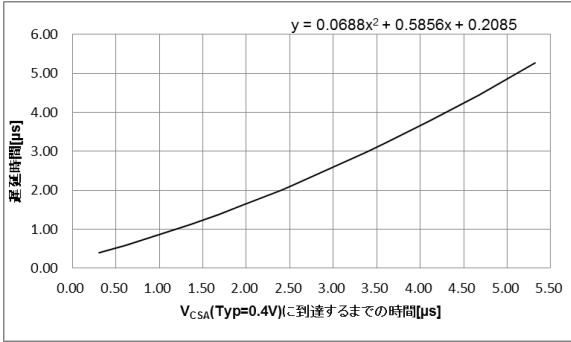
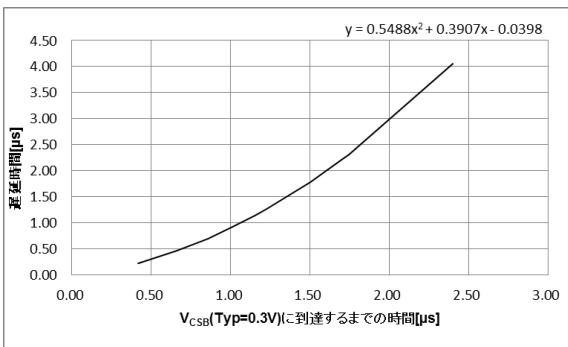

Figure 6A. 遅延時間 vs V_{CSA} (Typ=0.4 V) に到達するまでの時間(BM2P064E-Z)
Figure 6C. 遅延時間 vs V_{CSB} (Typ=0.3 V) に到達するまでの時間(BM2P134E-Z)
スイッチングサイクルごとの過電流リミッタを内蔵しています。過電流リミッタは 1 パルスに対して、SOURCE 端子電圧が V_{CSA} (Typ=0.4 V) または V_{CSB} (Typ=0.3 V) 以上になると、遅延時間後にターン OFF する動作です。遅延時間は V_{CSA} (Typ=0.4 V) または V_{CSB} (Typ=0.3 V) に到達するまでの時間によって変化します。この遅延時間により、AC 電圧補正機能が動作しています。SOURCE 端子電圧が V_{CSA} (Typ=0.4 V) または V_{CSB} (Typ=0.3 V) に到達するまでの時間と追加の遅延時間の関係を Figure 6A から 6C に示します。
- t_D : IC で追加される遅延時間 (Figure 6A から Figure 6C 参照)